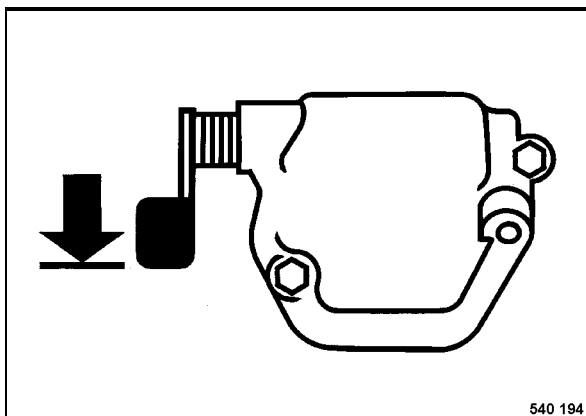

Fig. 13
- Presionar la palanca de descompresión (Fig. 13) hasta el tope hacia abajo y sostenerla.